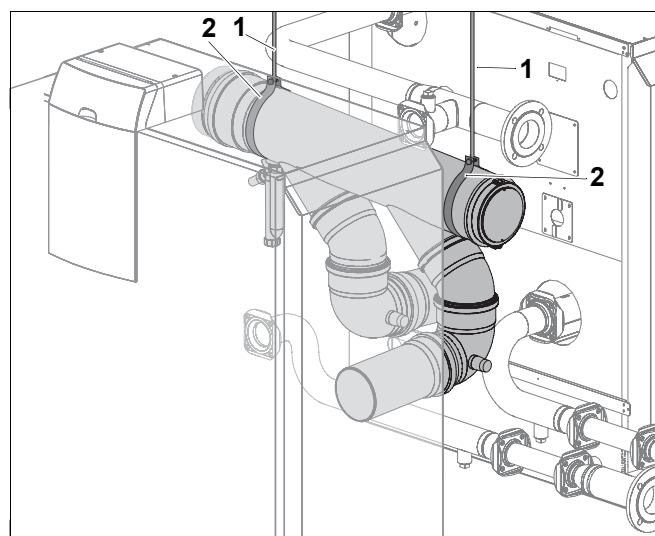
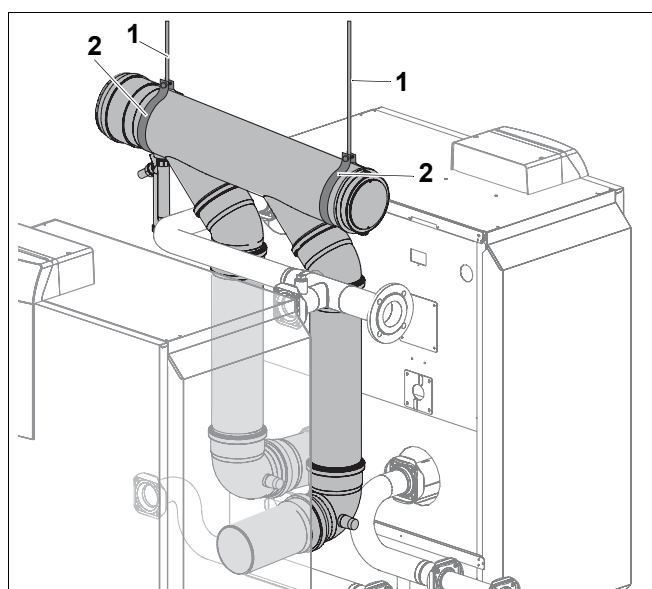

Рис. 8 Пример крепления коллектора дымовых газов на установке с двумя котлами 180, 240 или 320 кВт
Рис. 10 Пример крепления коллектора дымовых газов на установке с двумя котлами 400, 480 или 560 кВт
Дополнительно к этому объему поставки потребуются хомуты для труб, перфорированная лента или подвески для крепления коллектора дымовых газов (см. рис. 8, стр. 7 и рис. 10, стр. 8).
- Закрепите коллектор дымовых газов, используя хомуты, перфорированную ленту и подвески (крепеж заказчика, см. рис. 8).
- Закрепите коллектор дымовых газов, используя подходящие хомуты, перфорированную ленту и подвески (крепеж заказчика; см рис. 10).